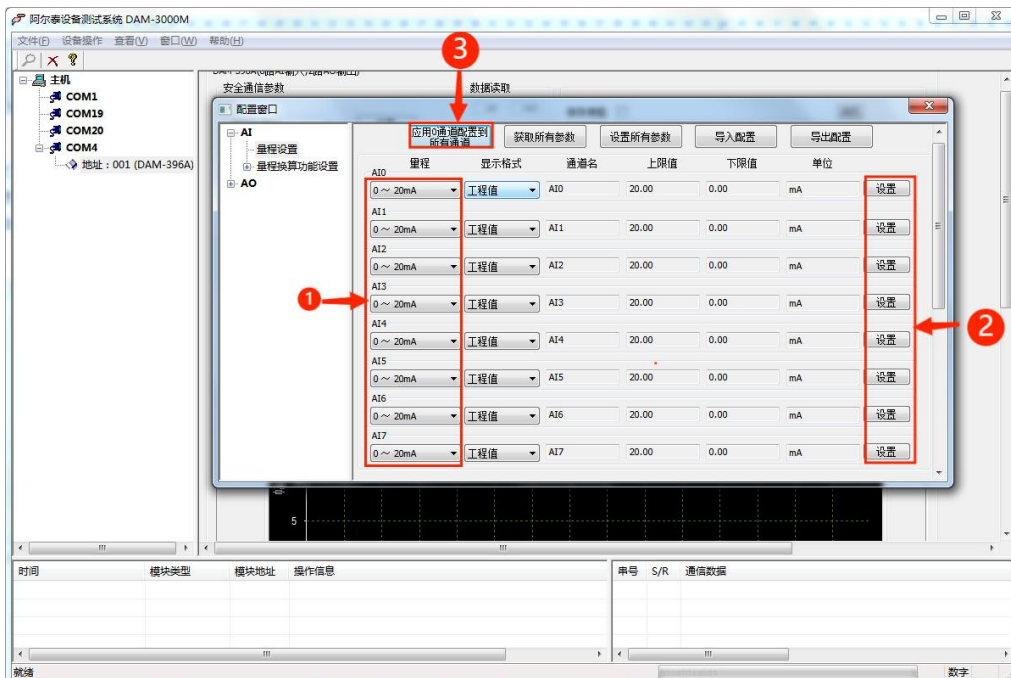
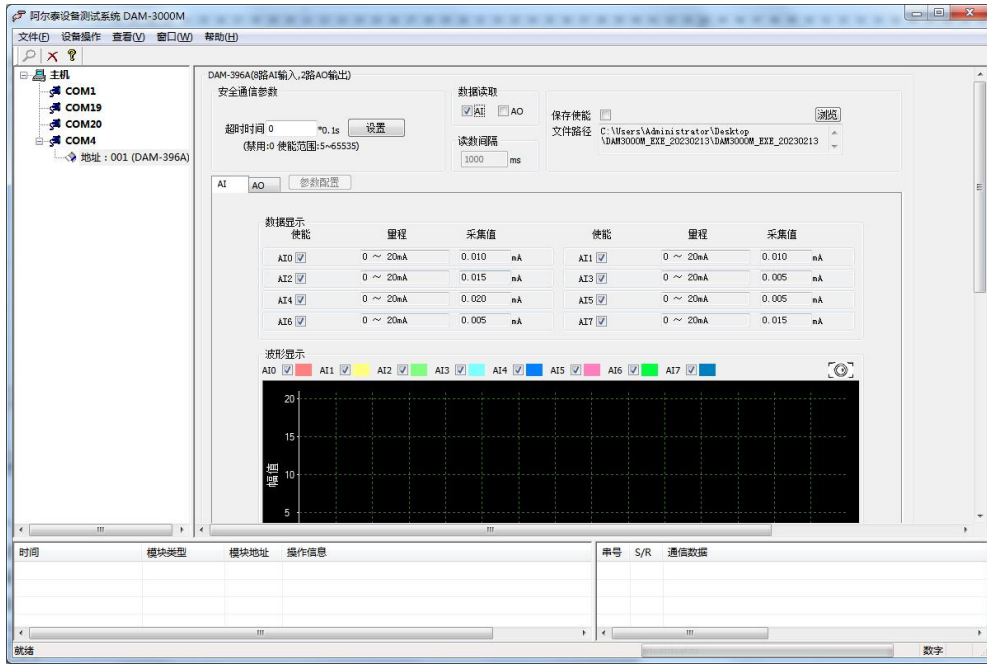

图 18
图 19
2) AI 设置中选择“量程设置”，图 18-①可以选择每个通道的量程，点击图 18-②可以对该通道设置参数进行保存，若 0 通道参数应用到所有通道点击图 18-③。设置完成后返回主界面点击“AI”即可开始数据采集如图 19。